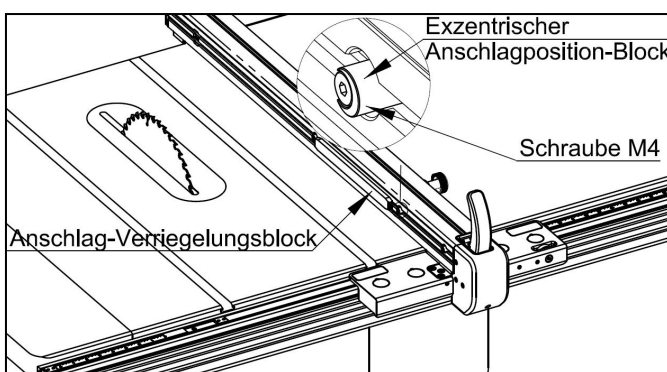

Abb. 6-26
- Wie in Abbildung 6-26 gezeigt, lösen Sie die M4-Schrauben an den drei Anschlagexzenter-Positionblöcken mit einem 2,5 mm Inbusschlüssel.